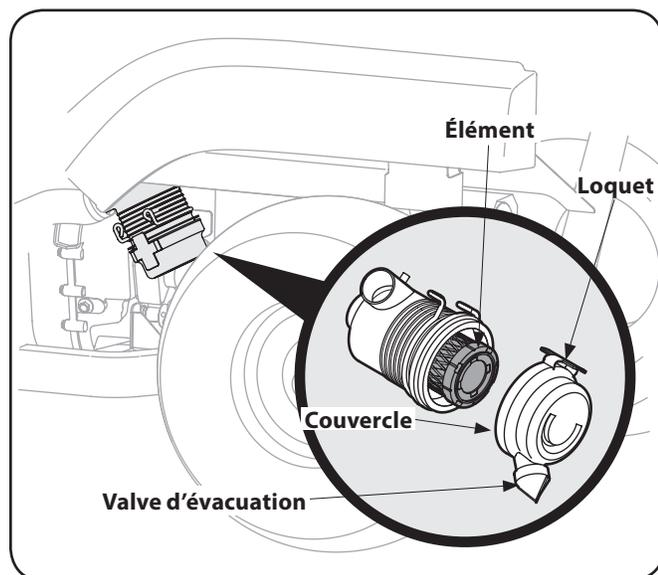

Figure 5-1
3. Soulevez le loquet et tournez-le dans le sens anti-horaire pour retirer le couvercle du filtre à air. Voir Figure 5-1.
IMPORTANT : Lorsque vous rattachiez le couvercle, assurez-vous que la valve d'évacuation de poussière est dirigée vers le sol. Voir Figure 5-1.